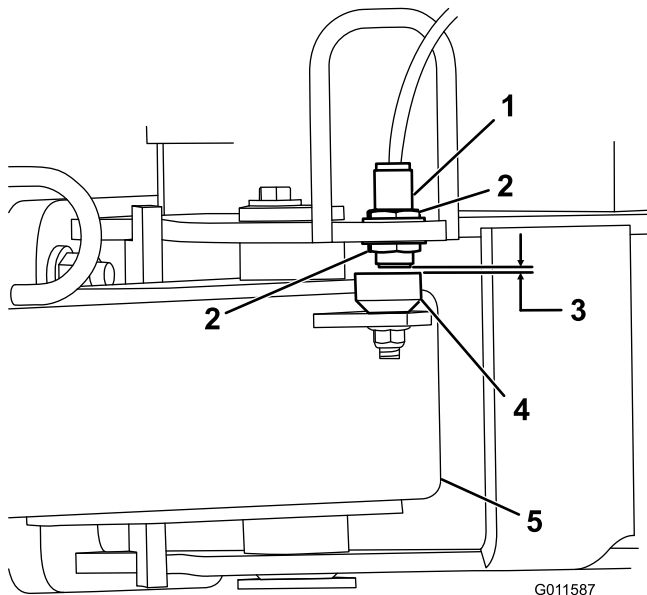

Figure 4
5. Desserrez les écrous de blocage qui fixent le contacteur de proximité au châssis et abaissez le contacteur jusqu'à ce qu'il soit à $3,3 \pm 0,7$ mm de la plaque de détection sur la flèche d'attelage (Figure 4). Serrez les écrous de blocage pour fixer le réglage.